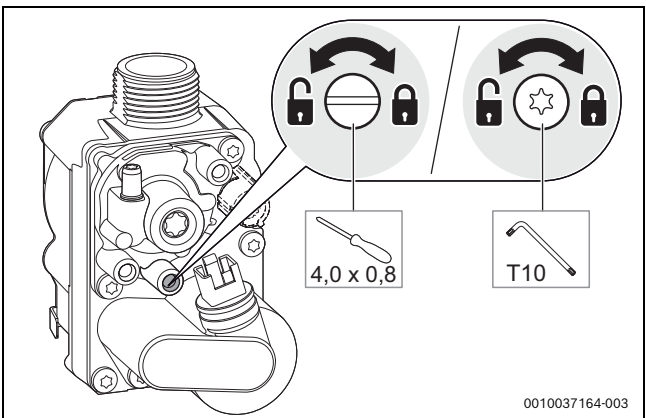

Bild 46 Gas-Anschlussdruck messen
- Schraube am Messstutzen für den Gas-Anschlussdruck 2 Umdrehungen lösen (→ Bild 46).